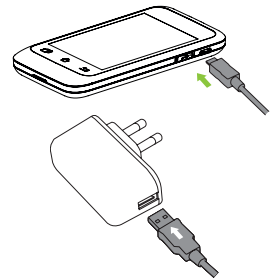

Abbildung 6
2. Stecken Sie das kleine Ende des Kabels in den PDA und das große Ende des Kabels in das PDA-Ladegerät (siehe Abbildung 6).